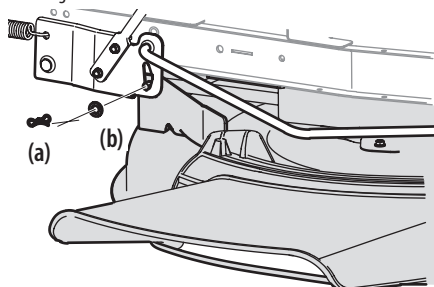

Figura 30
3. Extraiga el pasador de chaveta con unión curva (a) y la arandela plana (b) del conjunto de elevación de la plataforma y guárdelo para volver a colocarlo posteriormente. Consulte la Figura 30.